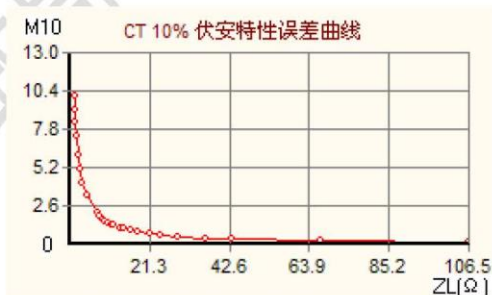

图 4.5 误差曲线图像图
2.) “保存误差曲线”是保存根据当前所选择的 CT 伏安特性试验数据计算出的误差曲线(含 EXCEL, WORD, 图像), 在弹出的“文件保存”中, 选择保存路径, 并输入文件名称保存文件和图像, 保存图像结果如图 4.5、4.6、4.7 所示。